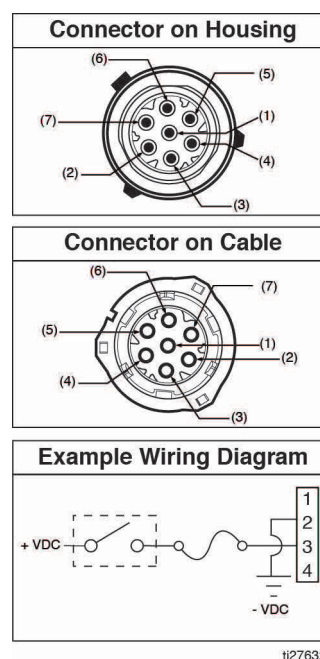

FIG. 4
- Vea el Diagrama de clavijas que se muestra en la FIG. 4 para conocer la ubicación apropiada en el conector.
Clavija y color del cable relacionado (FIG. 4)